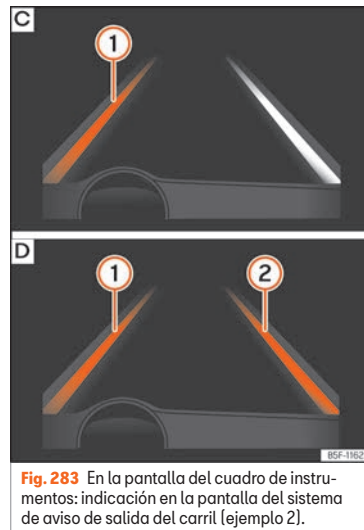

Fig. 283 En la pantalla del cuadro de instrumentos: indicación en la pantalla del sistema de aviso de salida del carril (ejemplo 2).
- **fig. 283 C:** El sistema está trabajando, la línea resaltada ① indica que había riesgo de sobrepasar la línea de carril involuntariamente y está actuando sobre la dirección para corregir la trayectoria.
- **fig. 283 D:** Las dos líneas resaltadas ① y ② se encienden a la vez cuando tenemos las dos líneas de carril reconocidas y la función de Guiado adaptativo en el carril está activada.